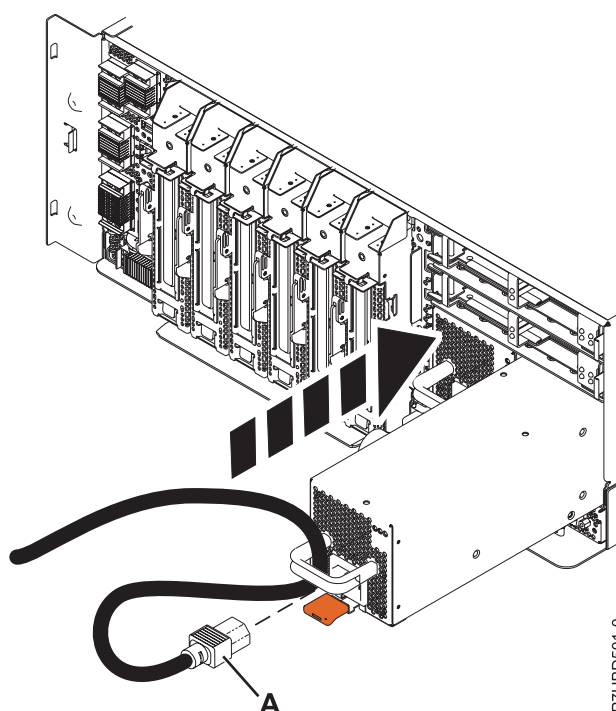

Figura 5. Sustitución de la fuente de alimentación
4. Alinee la fuente de alimentación con la bahía e inserte la fuente de alimentación en la unidad del sistema hasta que encaje en su sitio, como se muestra en la Figura 5.
5. Conecte el cable de alimentación (A), como se muestra en la Figura 5.